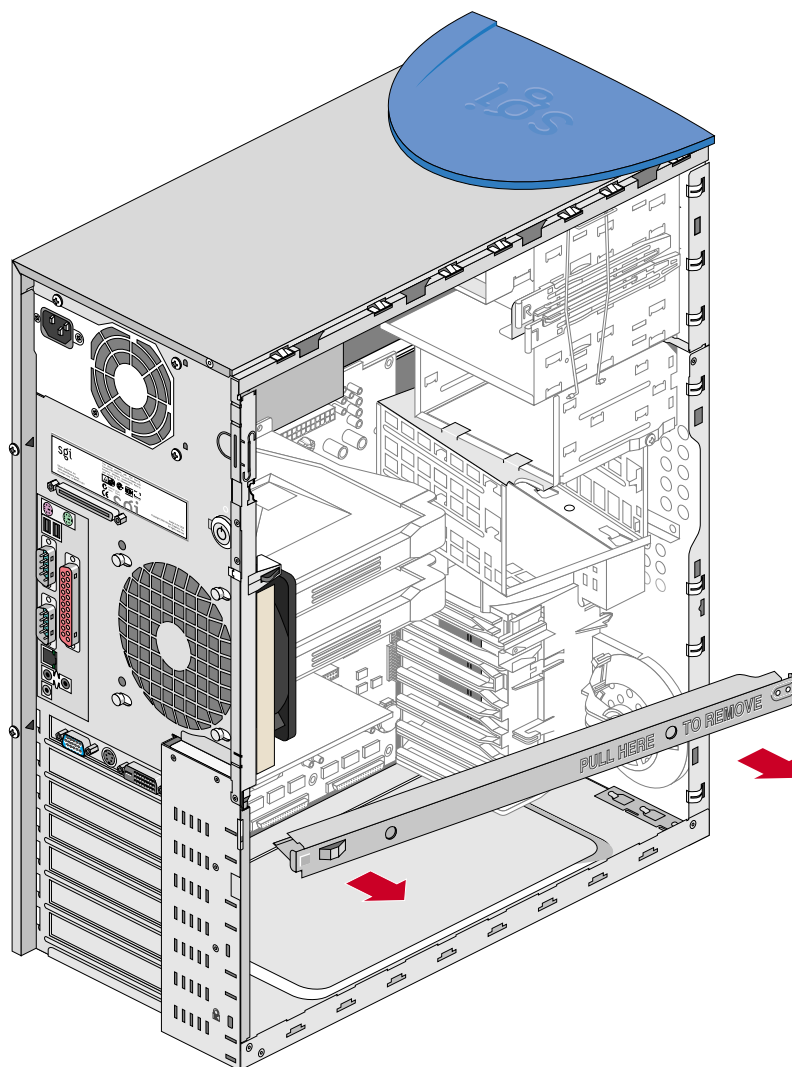

Figura 2-5 Extracción del larguero del chasis
5. Cuando el larguero esté apartado del chasis, extráigalo de la ranura que se encuentra en el lado izquierdo del chasis. La Figura 2-5 muestra cómo extraer totalmente el larguero del chasis.